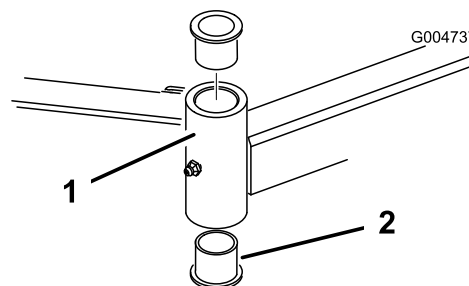

Figura 78
4. Inserite un punteruolo nella parte superiore o inferiore del tubo di fissaggio, e spingete la boccola fuori del tubo (Figura 78). Estraete dal tubo anche l'altra boccola. Pulite l'interno dei tubi di fissaggio.